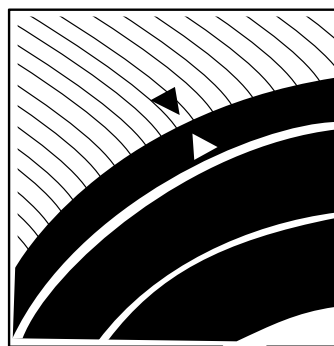

Figure 36
3. Tournez le déflecteur en avant, en alignant la flèche située à l'arrière sur celle située sur le carénage (Figure 36).